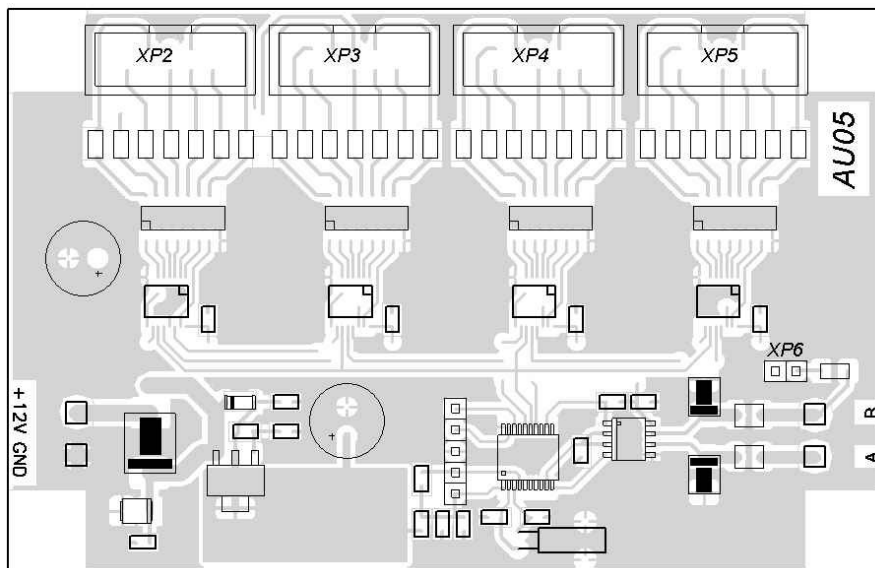

Рисунок 3 — Плата AU05.700.00
5.2.2 На установленной в ТСВ плате *AU05.700.00* (рисунок 3) расположены: